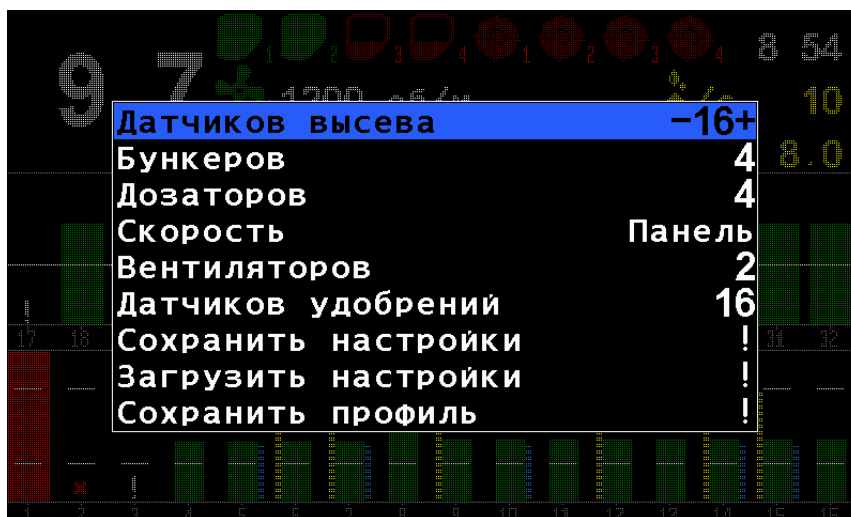

Рисунок 17 Профиль
9.4.1. Профиль – вызывает вложенное меню, позволяющее настроить состав и количество датчиков системы контроля высева. Вложенное меню содержит девять параметров, см. "Рисунок 17":